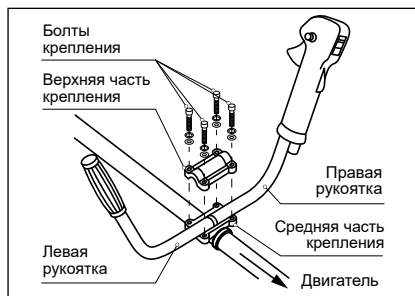

Рис. 2
1. Установите рукоятки на штангу и зафиксируйте соединение с помощью крепежа (рис. 2).